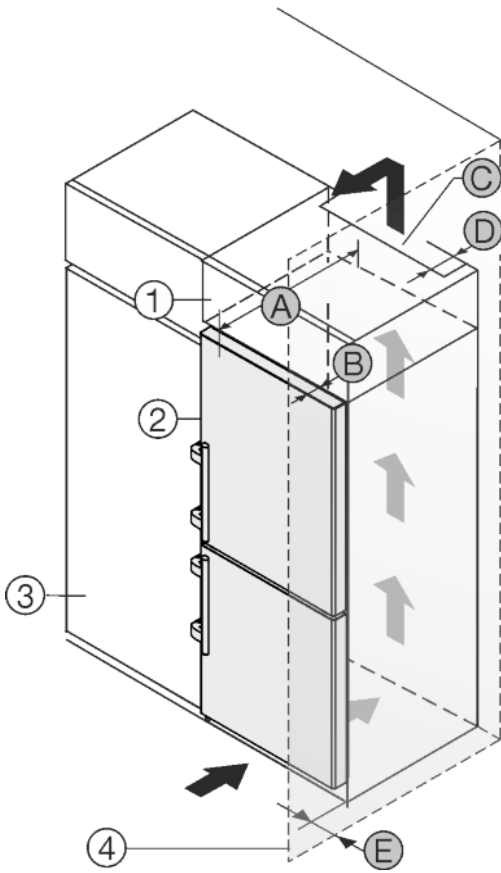

Fig. 13
Laite voidaan asentaa kalustekaappiin. Jotta korkeus *Fig. 13 (2)* saadaan yhdenmukaiseksi kaapistojen kanssa, laitteen päälle voi asentaa lisäkaapin *Fig. 13 (1)*.
Laitteen voi asentaa suoraan kalustekaappiin *Fig. 13 (3)* viereen. Jotta ovet avautuvat kokonaan, laitteen on oltava mitan *Fig. 13 (B)* verran ulospäin kalustekaapin etureunasta. Kalustekaappien syvyyden ja väliseinien käytön mukaisesti laite voi olla ulompana.
- Lisäkaapin takana on oltava lisäkaapin levyinen poistoilma-kuilu, jonka syvyys on *Fig. 13 (D)*.
- Katon alapuolelle on jätettävä ilmanvaihdon poikkipinta-alaa *Fig. 13 (C)* vastaava tila.
Kun laitteen oven saranapuoli asennetaan seinän *Fig. 13 (4)* viereen, laitteen ja seinän väliin on jätettävä etäisyys *Fig. 13 (E)*. Tämä väli oven avautumisen vaatimaa mitta.